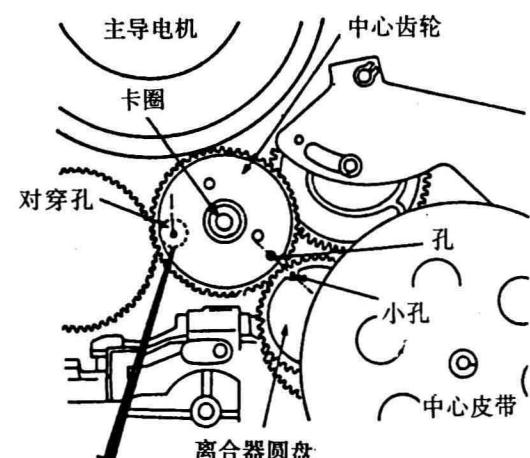

图70
②使中心齿轮的另一个孔与离合器圆盘上的小孔精确地对准, 然后放入卡圈, 如图70所示。
(5) 主杠杆(1)组件与凸轮从动臂的安装方法